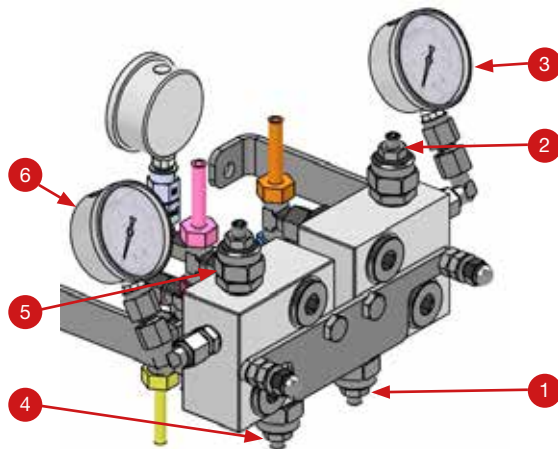

Abb. 74. Hydraulikblock 2 Kreisläufe - Ansicht vorne
4. Ventil 1 (s. Abb. 74, Pos. 1) einstellen, bis das Manometer einen Druck von etwa 65 bar anzeigt.
2. Der Bediener am Greifer achtet auf einen Druck von 110 bar am Manometer (s. Abb. 74, Pos. 6). Für das seitliche Verschieben der Steinlage ist ein Druck von 180 bar einzustellen.